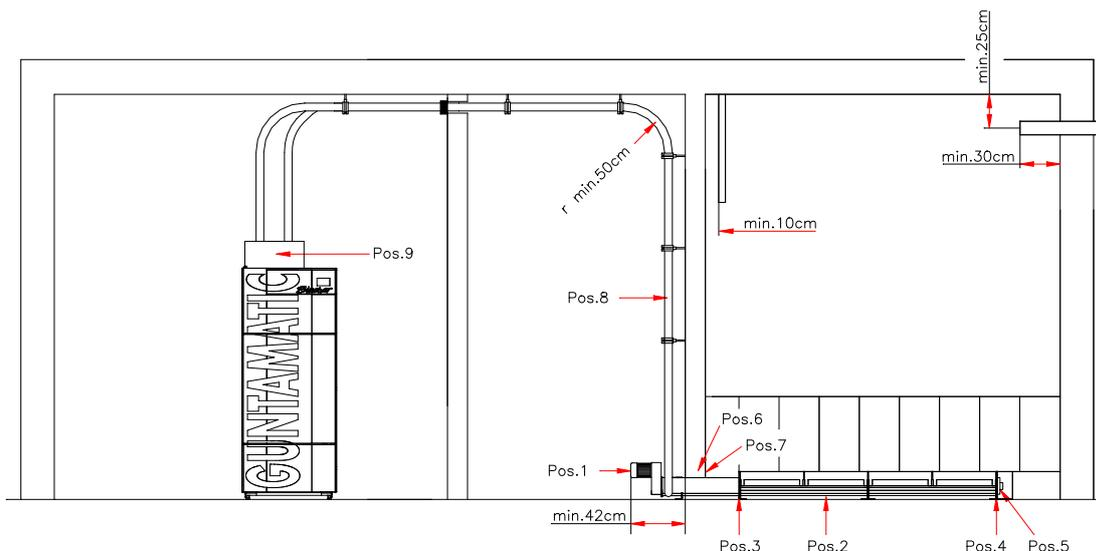

Fig:2
1. Far passare l'unità di azionamento (1) fig. 2 della coclea di estrazione attraverso l'apertura nel muro del deposito.
2. Collegare le parti della coclea con trogolo (2) Fig. 2 dal deposito all'unità di azionamento (1) Fig. 2. Inserire le parti della coclea in maniera tale da assicurare che la parte in pendenza della coclea continui a filo. Avvitare poi in maniera solida i raccordi flangiati dei trogoli con viti M 8 x 30 (3) Fig. 2 e rondelle di arresto. Controllare che i trogoli siano avvitati correttamente sul lato interno. Alla fine della coclea di estrazione avvitare la piastra flangiata (4) Fig. 2 con cuscinetti.
3. Allentare le viti (5) Fig. 2 sul cuscinetto e premere la coclea fino all'arresto in direzione unità di azionamento, poi serrare nuovamente le viti.
5. Disporre la coclea in maniera tale da far uscire almeno 42 cm dell'unità di azionamento (vedi fig. 2) dalla parete del deposito.
7. Riempire l'apertura nel muro (6) Fig. 2 con lana di roccia. Coprire l'apertura con piastre di copertura (7) Fig. 2 senza toccare lato interno e esterno.
1. Collegare i tubi di aspirazione (8) Fig. 2 dal contenitore con ciclone (9) o dal ventilatore ad un qualsiasi bocchettone di aspirazione sulla coclea. Disporre il tubo di aspirazione verso il contenitore con ciclone seguendo dei raggi possibilmente ampi.